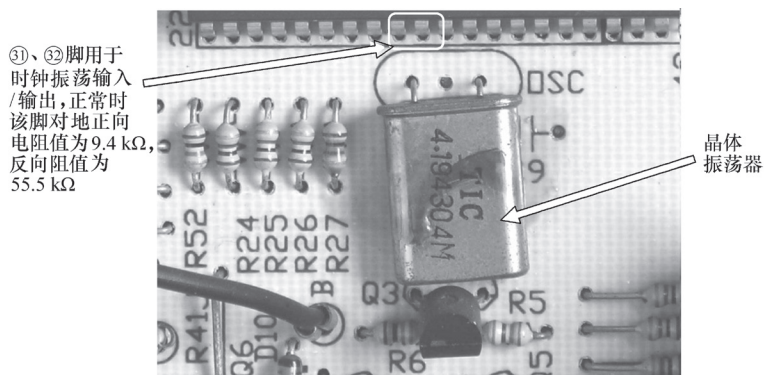

图 5-2 晶体振荡器实物图
在图 5-2 中，4.194304 MHz 晶体振荡器并接在 IC01 (TMP47C400BN-RH31) 的③①、③②脚，用于产生 4MHz 基准频率，以使单片机电路能够按照一定的时序去控制各种功能电路。当该晶体振荡器损坏（常呈开路性损坏）时，单片机电路就不工作，微波炉则处于停机状态。当晶体振荡器不良时，将会出现无规律停机现象，有时通过测量触发，也会激活振荡，但这时不管其工作状态如何，都必须将其换新。
但检测 IC01 (TMP47C400BN-RH31) 的③①、③②脚时，微波炉突然恢复工作，此时操作各控制功能均正常。因而判断 IC01 ③①、③②脚外接的时钟振荡器不良，如图 5-2 所示。